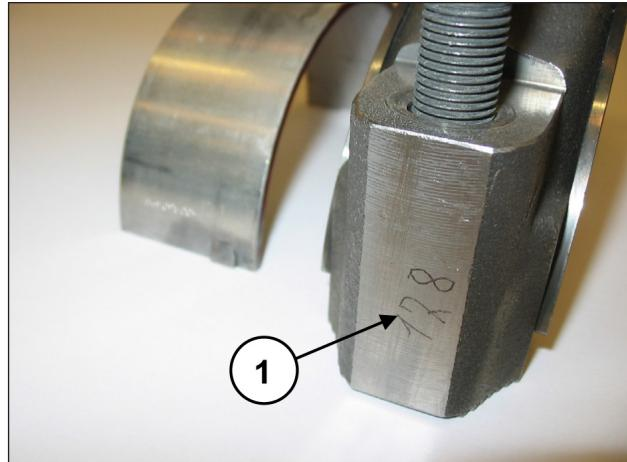

Рис. 42
Соедините половинки шатунов с ранее снятыми крышками, руководствуясь номерами (поз. ①, Рис. 42).
Отсоедините головки от половинок шатуна; для правильного парного соединения руководствуйтесь нумерацией сбоку (поз. ①, Рис. 42).